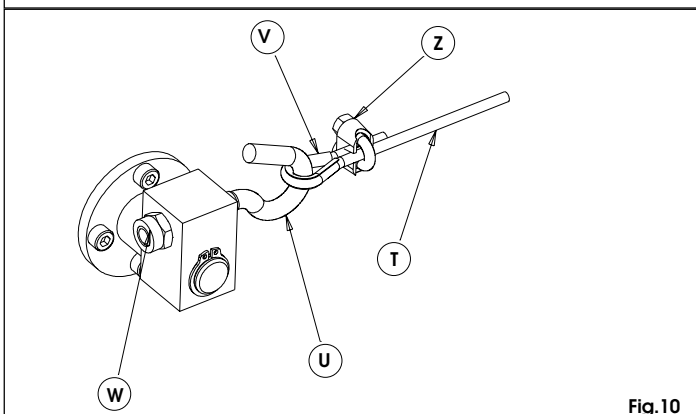

Fig.10
- 12) Fissare la fune metallica **T** al particolare **U**, Fig.10, per mezzo dell'occhiello **V** e del morsetto **Z**.
- 13) Allineare i due spezzoni di sbarra **A** e **B** agendo sul dado **W**, Fig.10.
- 12) Fix the wire rope T to part U, Fig. 10, using eyelet V and clip Z.
- 13) Align the two beam sections A and B, using nut W, Fig.10.
- 12) Fixer le câble d'acier **T** sur la pièce **U**, Fig. 10, au moyen de l'œillet **V** et de l'étau **Z**.
- 13) Aligner les deux tronçons de lisse **A** et **B** en agissant sur l'écrou **W**, Fig. 10.
- 12) Fije el cable metálico **T** a la pieza **U**, Fig. 10, por medio de la argolla **V** y de la mordaza **Z**.
- 13) Alinee los dos trozos de barra **A** y **B** por medio de la tuerca **W**, Fig. 10.
- 12) Das Stahlseil **T** am Teil **U**, Abb. 10, mit der Öse **V** und der Klemme **Z** befestigen.
- 13) Die beiden Teilstücke **A** und **B** durch die Mutter **W**, Abb. 10 ausrichten.